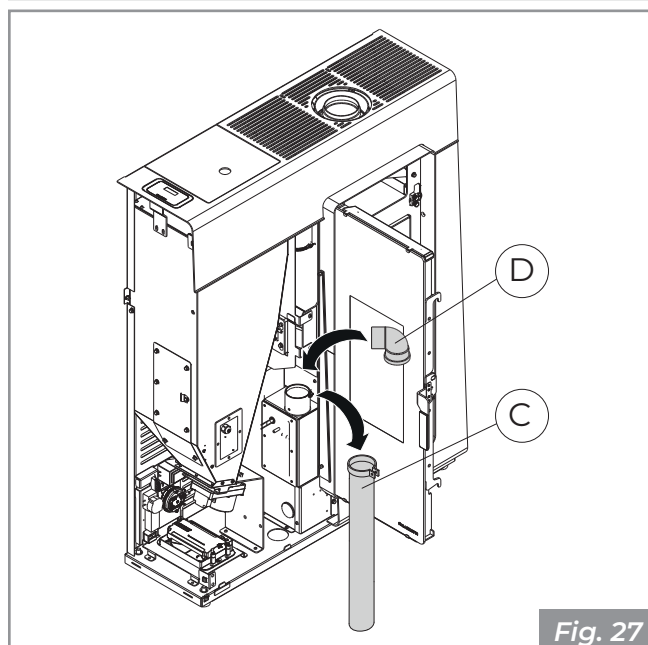

Fig. 27
- Quitar el tubo flexible de conexión aire comburente (**C**) e introducir en su lugar la curva a 90° (**D**) suministrada (**Fig. 27**).